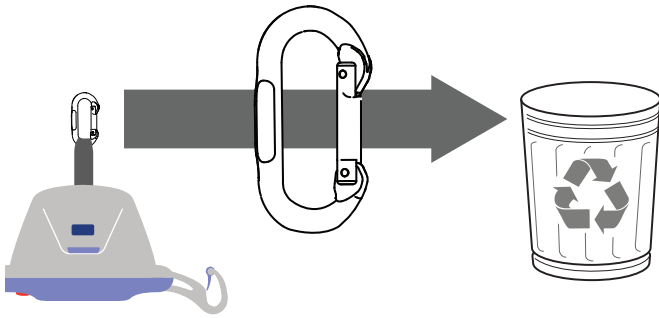

Fig. 1
1. Entfernen Sie, falls zutreffend, den vorhandenen Einfach-Karabiner von dem Reacher und/oder dem Liftband und entsorgen Sie ihn ordnungsgemäß. Siehe Abb. 1.